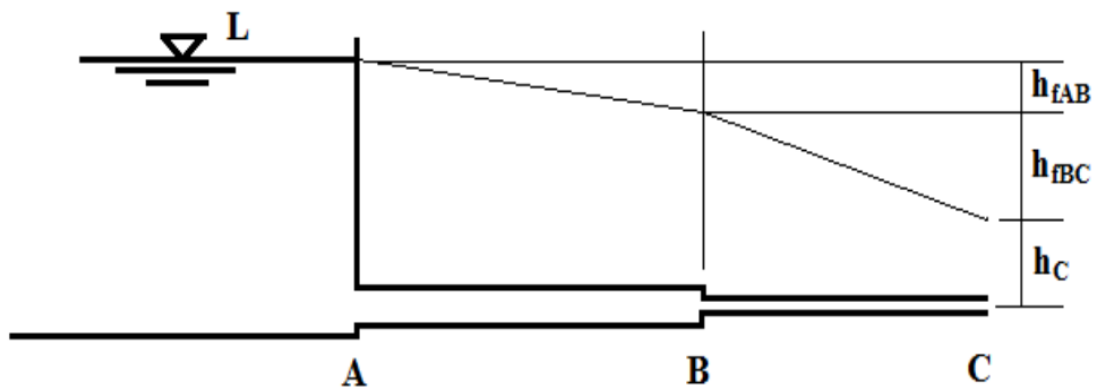

Figure 2 / Rajah 2
- (c). A tank transmits 100 L/s of water to point C where the pressure is maintained at 150 kPa at points A and B as shown in **Figure 2**. The first part AB of the pipeline is 50 cm diameter and 2.5 km long, and the second part BC is 25 cm diameter and 1.5 km long. All pipes are made of HDPE and minor loss of pipe contraction is 0.85. Assuming C is the datum, determine the water level (L) in the tank.
*Sebuah tangki mengalirkan 100 L/s air ke titik C dimana tekanan dikekalkan pada 150 kPa di titik A dan B seperti yang ditunjukkan di **Rajah 2**. Bahagian pertama AB salur paip bergaris pusat 50 cm dan 2.5 km panjang, dan bahagian kedua BC adalah 25 cm garis pusat dan 1.5 km panjang. Semua paip diperbuat daripada HDPE dan kehilangan kecil pengecutan paip adalah 0.85. Andaikan C ialah datum, tentukan paras air (L) dalam tangki.*